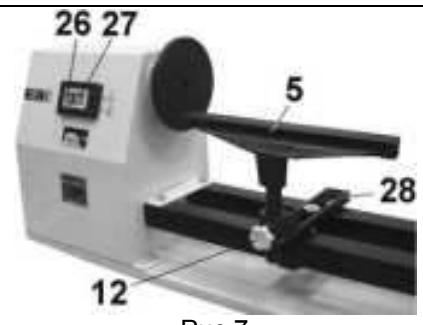

Рис.7
Внимание: Машина оборудована концевым выключателем (25), Рис. 7. При открытой задней дверце (19) электродвигатель машины не включится.